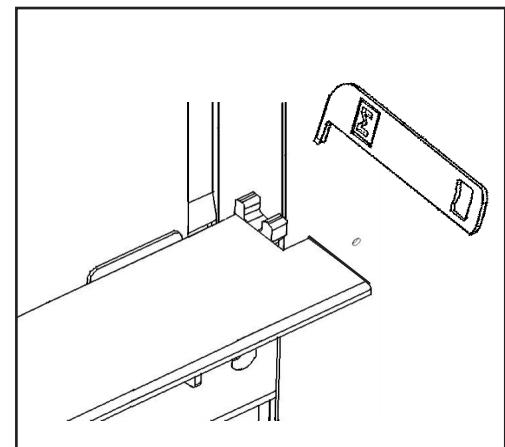

FIG. 5
- Une autre possibilité vous est également offerte : la manipulation possible de l'entrée d'air de combustion afin de diminuer ou augmenter l'intensité du feu. (Fig.5)